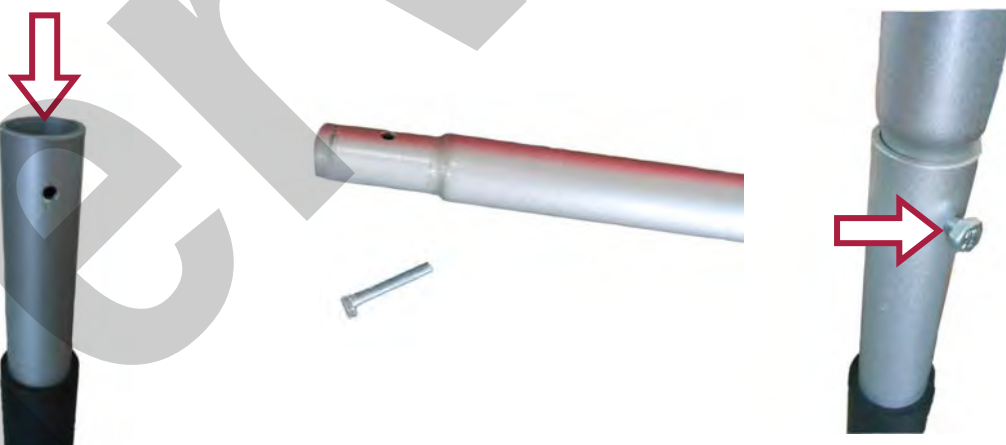

Figura 6 - Montaggio leva.
2. Figura 6), e posizionarlo in modo che i fori per il bullone di fissaggio siano coincidenti.